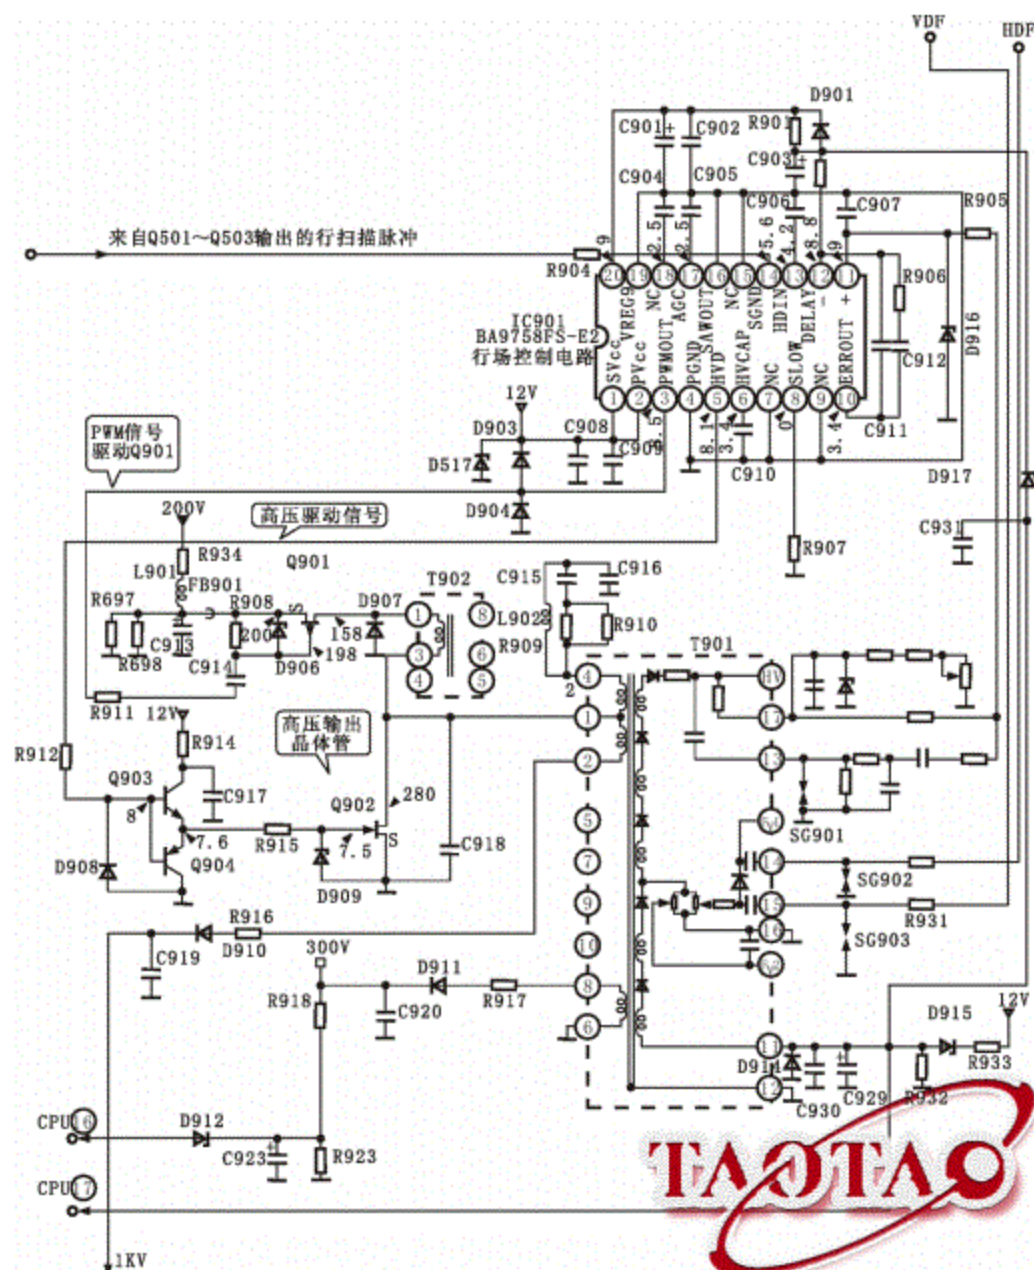
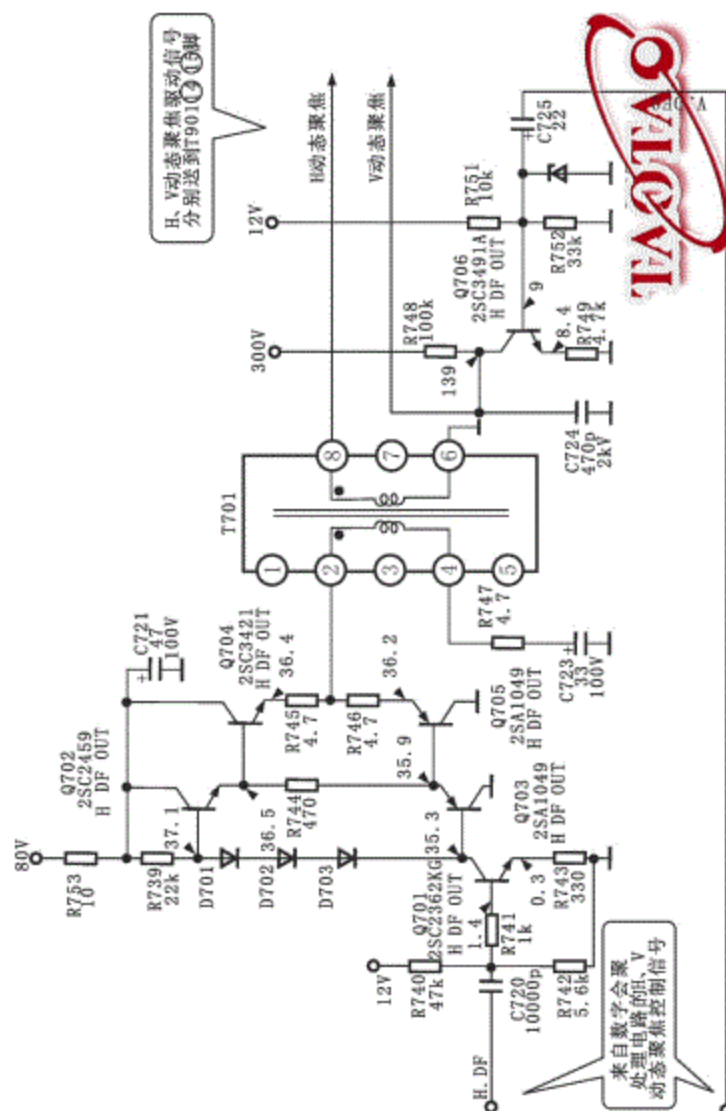

图3 高压电路
图 4 动态聚焦控制电路
图3是高压产生电路,行扫描脉冲首先送到高压控制集成电路 IC901 的①脚、在 IC901 中对行脉冲进行处理后由⑤脚输出高压驱动脉冲。高压驱动脉冲的频率与行频相同,此脉冲由 Q903、Q904 组成的互补激励放大器,实际上是将脉冲信号进行电流放大,使得高压输出晶体管 Q902 有足够的驱动电流。Q902 的输出加到高压变压器 T901 的①脚。T901 的次级再输出显像管的需要的阳极高压和副高压。200V 直流经 R934、L901 加到开关管 Q901 的源极(S)上,由 IC901③脚输出 PWM 信号加到 Q901 的栅极,的 Q901 输出电压经 T902 为高压驱动晶体管 Q902 提供直流偏压。
图 4 是动态聚焦控制电路。行动态聚焦电路是由行动态聚焦信号放大器 Q701~Q705、驱动变压器 T701 组成的。行动态聚焦信号是由数字会聚电路形成的（即 H. DF），此信号首先由 Q701 放大，然后由双互补推挽输出级放大器进行功率放大，再经变压器 T701 输出动态聚焦驱动信号，加到高压变压器 T901 的 ⑭脚（见图 3）。